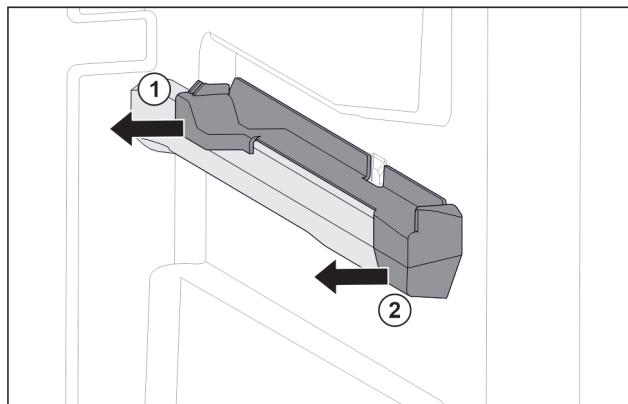

Fig. 93 Natični nastavek na desnemu nastavku za posodo
- Natični nastavek zadaj izvlecite vstran. Fig. 93 (1)
- Natični nastavek spredaj izvlecite vstran. Fig. 93 (2)